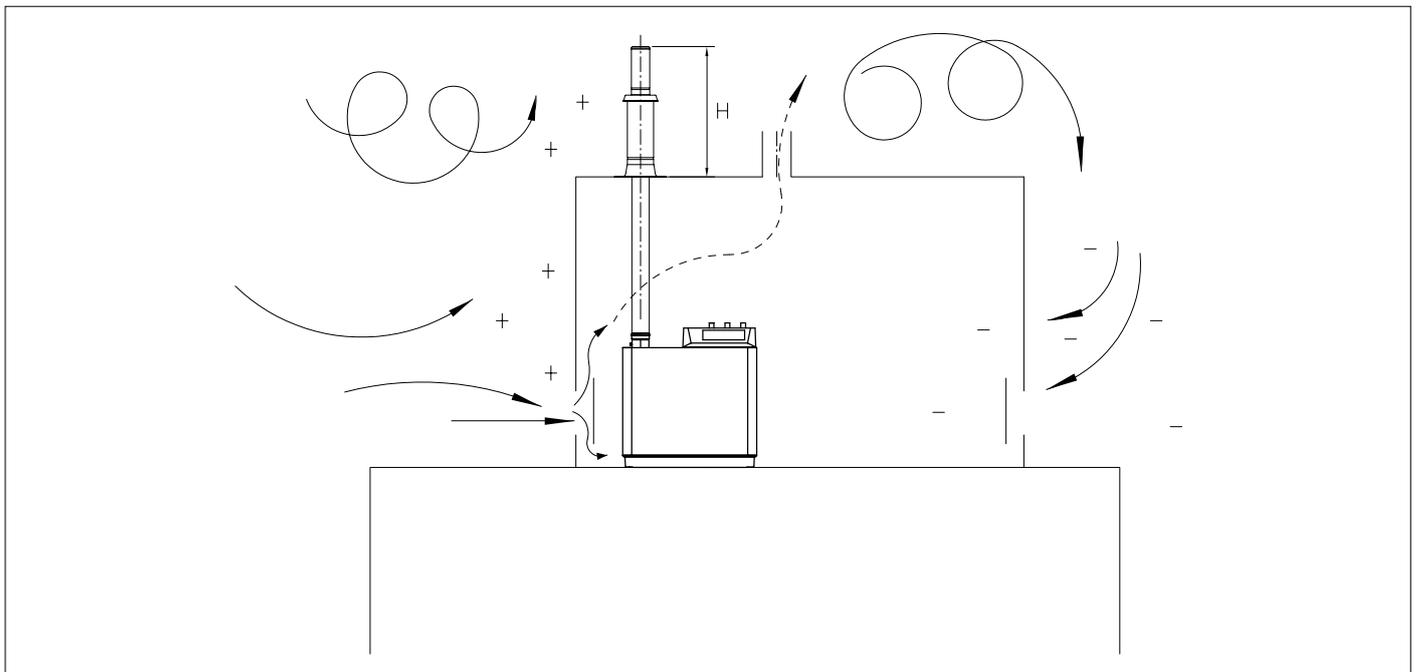

Fig. 11 Instalación en terraza
- Cuando la instalación es en terraza es indispensable prever dos ventilaciones bajas opuestas en diagonal con el fin de evitar que exista depresión en la sala por fenómenos de vientos envolventes (ver Fig. 11).